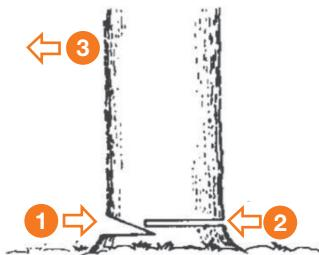

Рис. 7
- Определите направление падения дерева ③ с учетом ветра, расположение больших веток, удобство работы после повала дерева и другие факторы (Рис. 7).
- Выполните надрез вглубь дерева на одну треть со стороны завала ①.
- Выполните пропил с противоположной стороны надпила на уровне, слегка выше, чем нижняя сторона надпила ②.